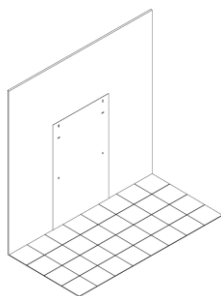

Fig. 3
- Marque a posição dos buracos o apoio considerando o recomendado para o chão (15 cm) e respeitando as medidas do palmilha anexada. (Fig. 3)